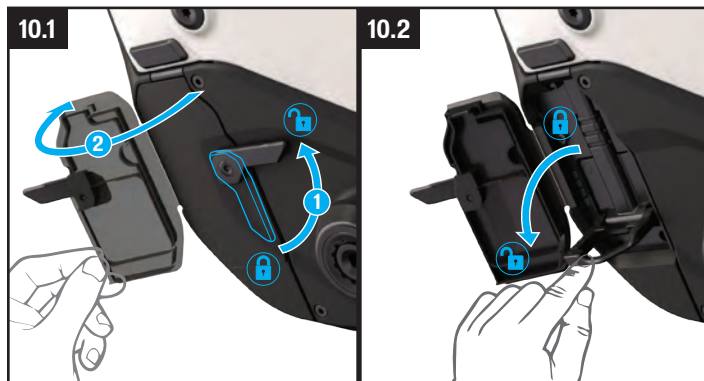

Рис. 10.1
- Вновь вставьте заглушку главной проводки в порт и поверните рычаг назад в закрытое положение, затем закройте крышку зарядного порта, чтобы предотвратить попадание в него воды и грязи (Рис. 10.1)